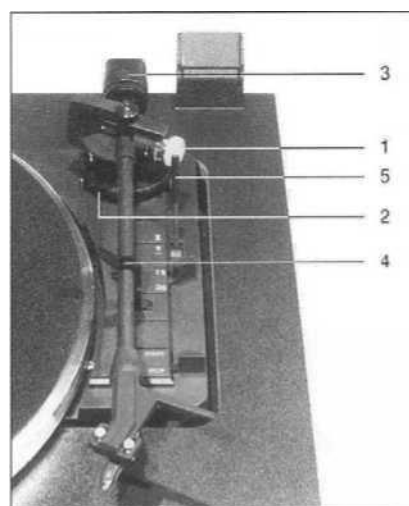

Рис. 6
Установите регулятор прижимной силы (1) на "0", а ручку регулировки противоскатывающей силы (2) поверните против часовой стрелки до упора (Рис. 6). Наверните противовес тонарма (3) на заднюю трубку тонарма (Рис. 5).
Снимите тонарм (4) с подставки и переместите его на небольшое расстояние в направлении центра опорного диска. Установите рычаг подъема (5) в положение DOWN (Вниз), при этом удерживая тонарм (Рис. 6). Точная балансировка тонарма может быть выполнена путем поворота противовеса (3) для того, чтобы он мог свободно висеть над опорным диском. Переместите тонарм назад на подставку. Сейчас вы можете отрегулировать прижимную силу (1) и противоскатывающую силу (2). Отрегулируйте ее на значение 1,5 мН (миллиньютон) для головки звукоснимателя OMB 10, установленной на заводе. Значения требуемой противоскатывающей силы смотри в таблице внизу: